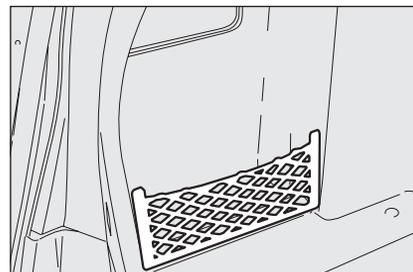

fig. 12
- **fig. 12** - version without side lid